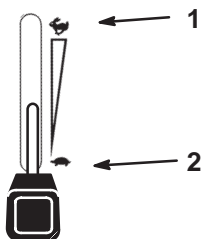

Figure 12
4. Réglez la manette d'accélérateur à mi-course entre les positions de ralenti et de régime maximum (Fig. 12).
2. Réglez la manette d'accélérateur à mi-course entre les positions de ralenti et de régime maximum (Fig. 12).
3. Laissez tourner le moteur au ralenti pendant 60 secondes (Fig. 12).